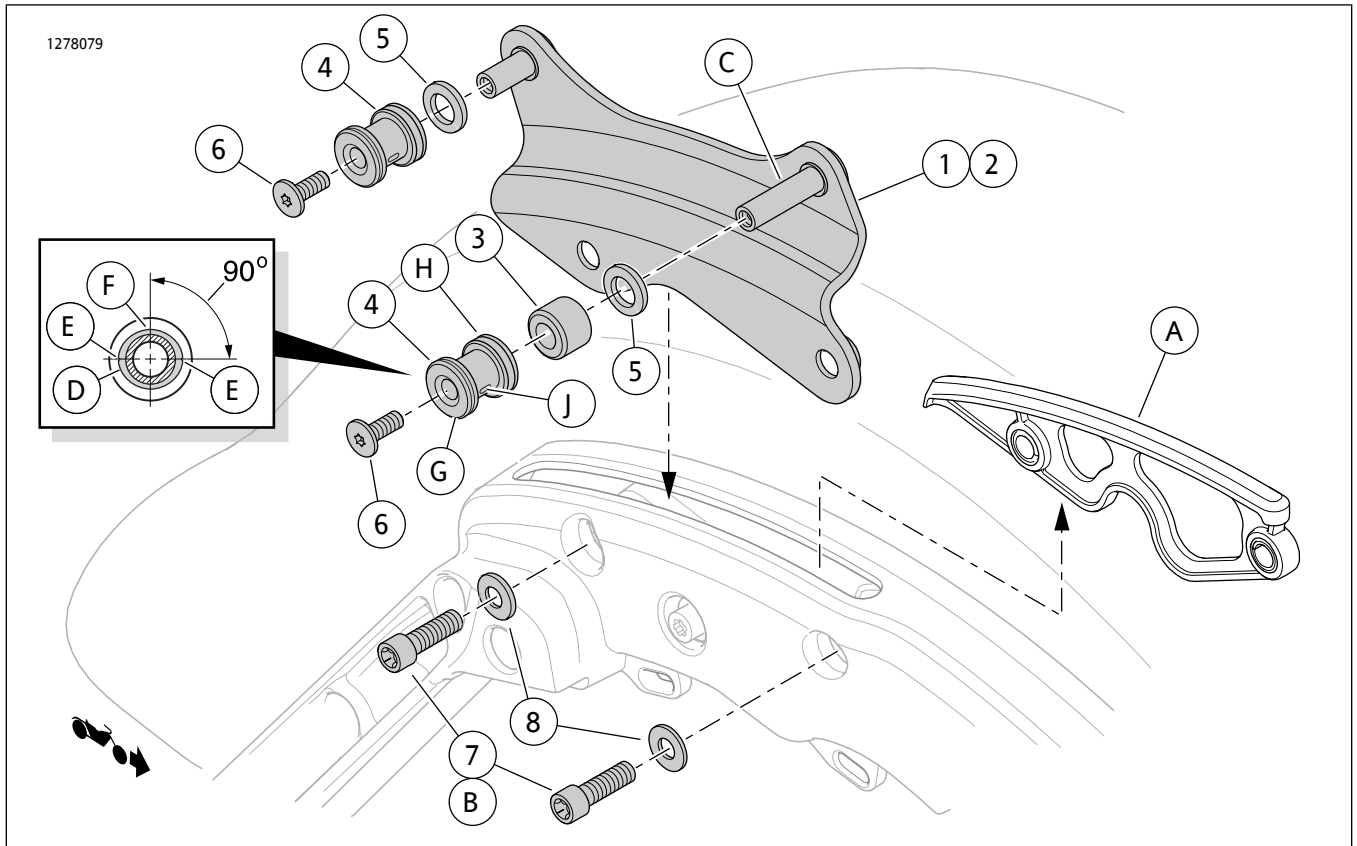

图1。套件内容：可调四点可拆卸式对接五金套件
3. 参见图1。从每侧边箱支撑上拆下两个螺丝(B)。
参见图1。此时不要安装厚度调节隔板(5)。
- b. 参见图1。从所有四个对接板销上拆下螺丝(6)和对接点(4)。
- a. 参见图1。从所有四个对接板销上拆下所有组件。
- 5. 参见图1。固定对接板销螺丝(6)。拧紧。
- 1. 参见图1。记录每个对接点的当前槽口位置。从所有四个对接板销上拆下螺丝(6)。